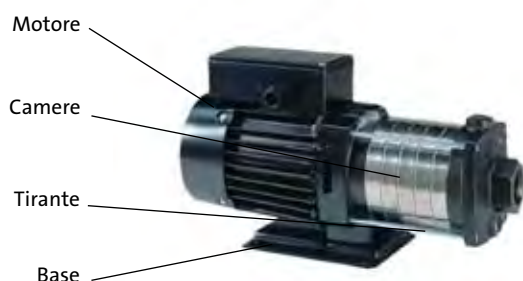

Fig. 5 Pompa CH.
- pulsante Auto-Off-Manual (1 per pompa); (rif. A - fig.5)
- alimentazione inserita (rif. B - fig.5),
- pompa in funzione (rif. C - fig.5),
- scatto termico (solo per le pompe trifase) (rif. D - fig.5),
- funzionamento a secco (rif. E - fig.5);